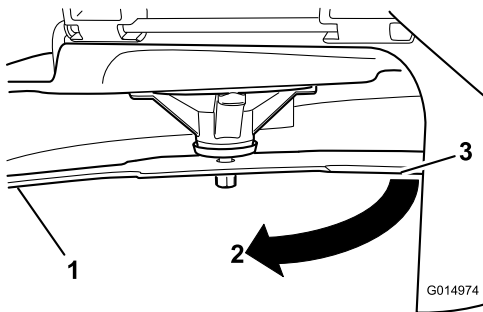

**Figura 63**
5. Meça da ponta da lâmina até à superfície plana (**Figura 63**).